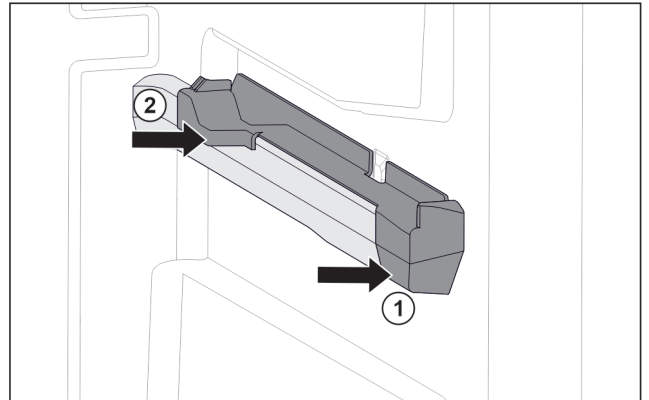

Fig. 63 Elemento inseribile sulla nervatura destra del contenitore
- Posizionare l'elemento inseribile sulla parte anteriore della nervatura del contenitore. Fig. 63 (1)
- Premere l'elemento inseribile sulla parte posteriore. Fig. 63 (2)